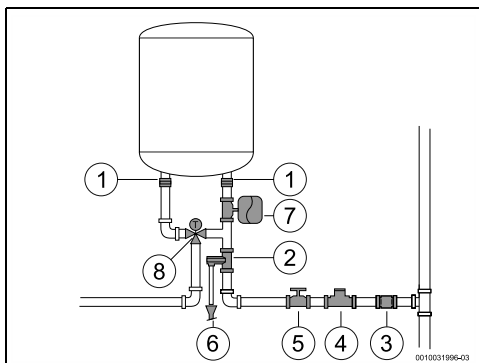

Fig. 14 Collegamento acqua
- ▶ installare una valvola riduttore di pressione (Fig. 14, [4]). La valvola di sicurezza è sempre attiva quando la pressione dell'acqua nello scaldacqua elettrico supera gli ($\pm 0,5$ bar), e l'acqua di uscita CS deve essere quindi convogliata.
- ▶ installare un vaso d'espansione (Fig. 14, [7]) per arrestare l'apertura frequente della valvola by-pass. Il volume del vaso d'espansione deve essere equivalente a 5% del volume dell'apparecchio.